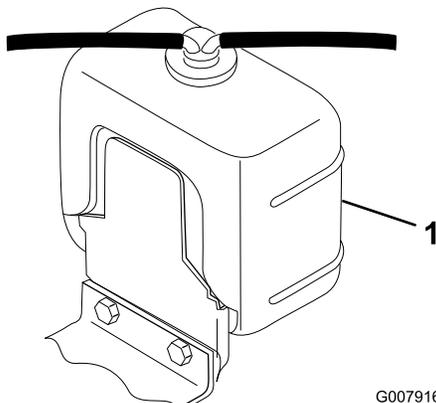

Figura 31
1. Retire con cuidado el tapón del radiador y el tapón del depósito de expansión (Figura 31).
2. Compruebe el nivel de refrigerante en el radiador y en el depósito de expansión (Figura 31).